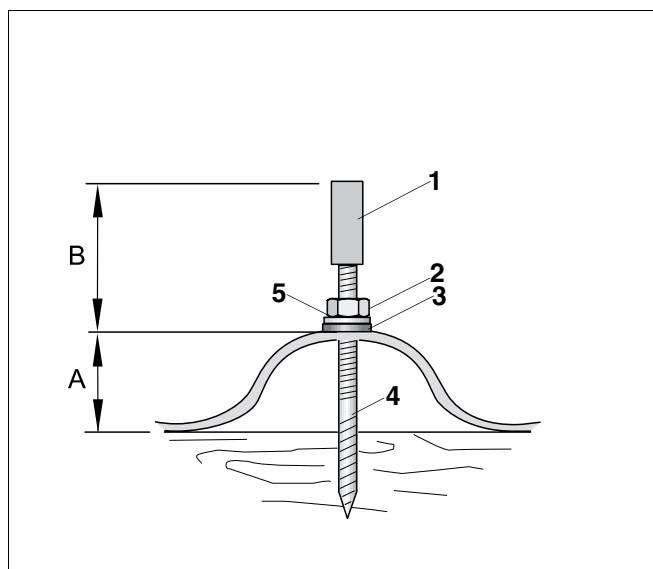

Fig. 7 Vite filettata montata sul tetto a lamiera ondulate
- Serrare le viti filettate fino ad ottenere la misura B (vedi tab. 2 e fig. 7).
- Durante l'avvitamento delle viti filettate assicuratevi che la distanza B (tab. 2 e fig. 7) sia uguale per tutte le viti filettate.
- Serrare i dadi (fig. 7, **pos. 2**) finché la rondella di tenuta (fig. 7, **pos. 3**) poggerà completamente sul tetto. In questo modo il foro è completamente sigillato.